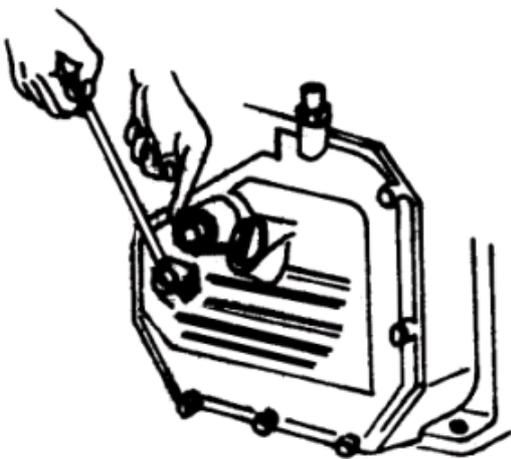

Рис. 7 Проверка уровня масла
- (1) Проверьте уровень масла с помощью масляного щупа и долейте масло до верхней отметки на щупе, как показано на рис. 7.
- (2) При проверке уровня масла не вворачивайте щуп проверки уровня смазочного масла и обеспечьте горизонтальное положение двигателя.